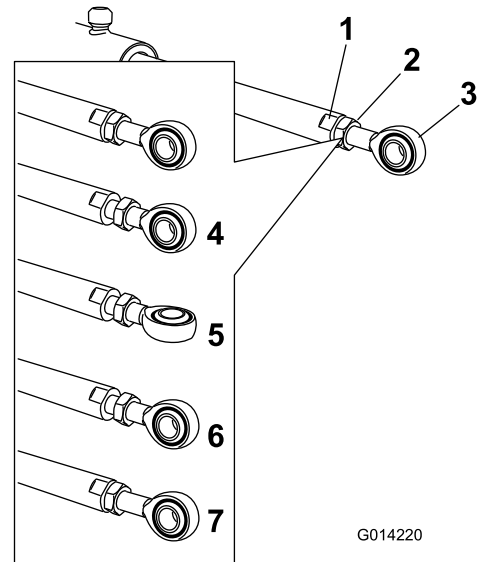

Figure 62
de blocage pour pouvoir ajuster la tige à œillet (**Figure 62**).
- Tournez la tige à œillet dans la tige du vérin pour raccourcir ou allonger le vérin déployé à la position voulue (**Figure 62**).